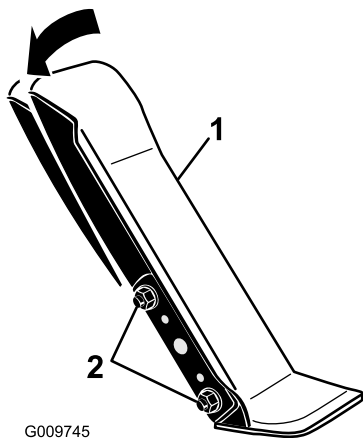

Figura 90
1. Afloje las dos tuercas y pernos que fijan el lado izquierdo del pedal de tracción al soporte (Figura 90).
2. Ajuste el pedal al ángulo deseado y apriete las tuercas (Figura 90).